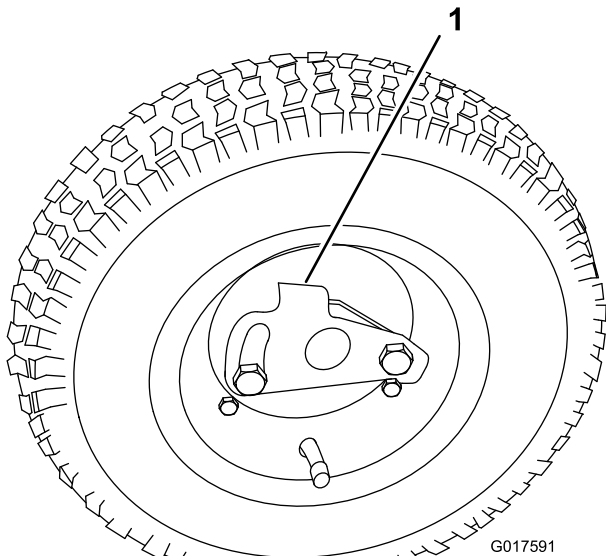

Figura 10
2. Empurre o dispositivo de bloqueio da roda para o centro da roda na direção do eixo (Figura 10).